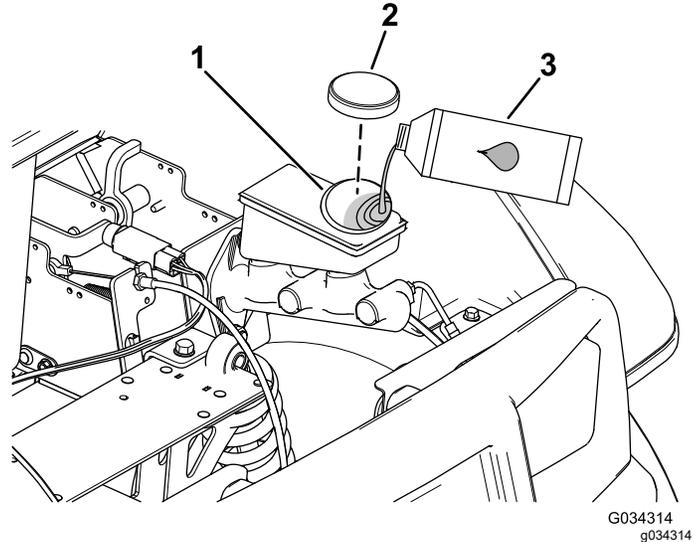

図 62
4. フードを持ち上げてブレーキのマスターシリンダとブレーキ液タンクにアクセスできるようにする 図 62。
- A. ウェスでタンクのキャップの周囲をきれいに拭いてキャップ外す 図 62。
- C. タンクにキャップを取り付ける 図 62。